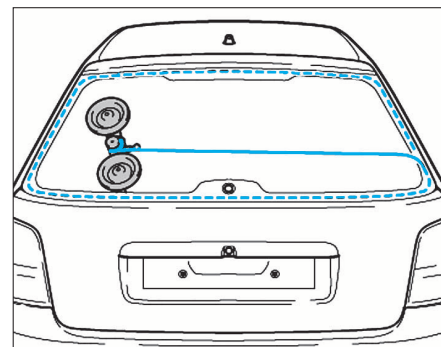

FIG. 5
- Découper complètement le cordon de colle suivant le cheminement (Fig.5).